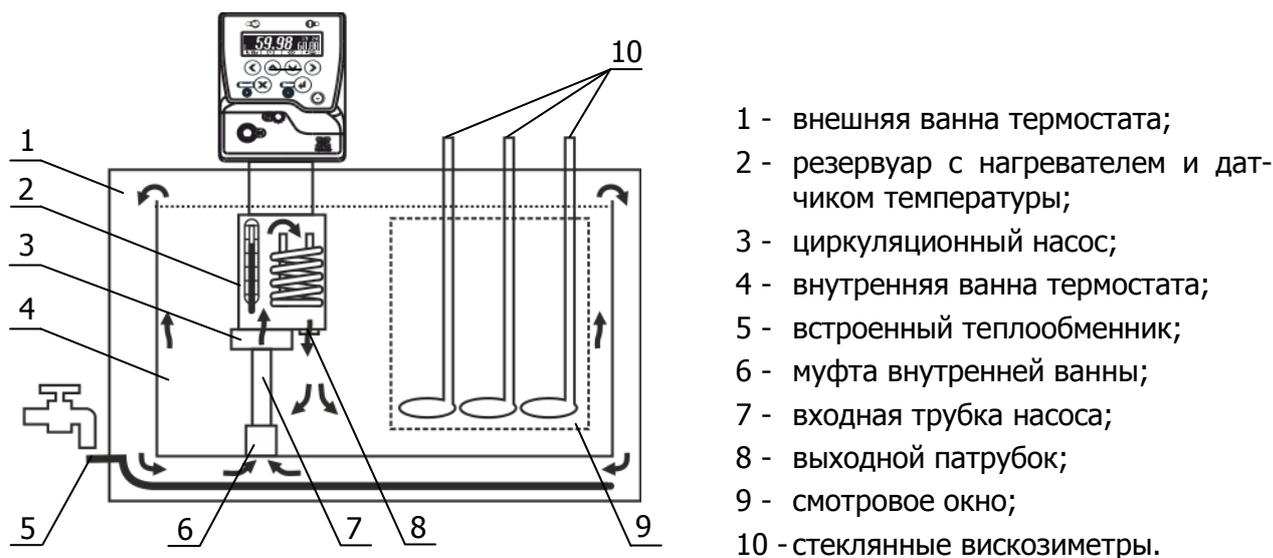

Рисунок 2 — Принцип работы термостата
1.4.4 Циркуляционный насос 3 блока регулирования температуры (рисунок 2) через входную трубку 7, вставленную в муфту 6, забирает теплоноситель из внешней ванны 1 и нагнетает его в резервуар 2 с нагревателем и датчиком температуры. В резервуаре температура теплоносителя регулируется и далее, через выходной патрубок 8, теплоноситель поступает во внутреннюю ванну 4, а из нее, переливом через верхний край внутренней ванны, возвращается во внешнюю.